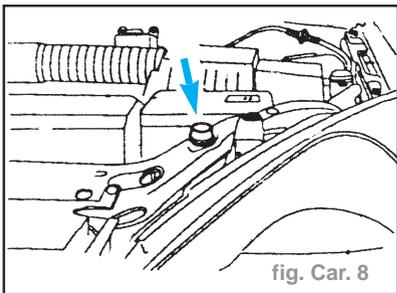

fig. Car. 8
• Ajuster le capot par rapport à la hauteur des ailes avec les caoutchoucs de butées. (fig. Car. 8)